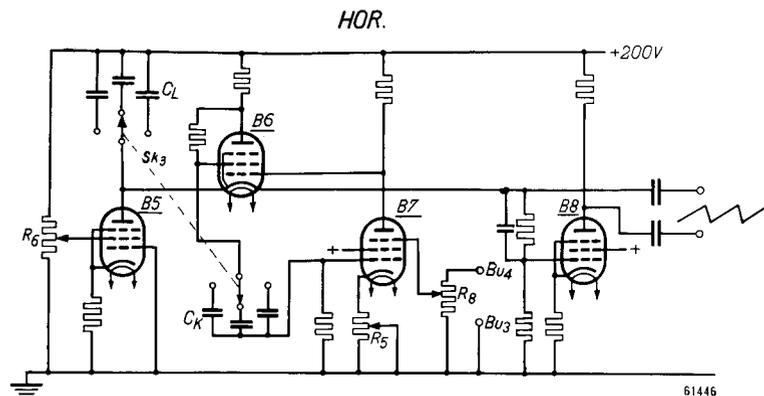

Fig. 3.
c. Zeitgerät (s. Fig. 3)
Die Regelung der Zeitablenkfrequenz erfolgt stufenweise mit Sk_3 und stufenlos mit R_6 . Die richtige Frequenz lässt sich beiläufig berechnen durch Vervielfachung des Bereiches von Sk_3 mit dem von R_6 angezeigten Wert. Mittels R_8 (s. Fig. 3) kann die Amplitude der Gleichlaufspannung auf ihren entsprechenden Wert eingestellt werden. Wichtig ist, dass die Amplitude den für ein stillstehendes Bild erforderlichen Wert nicht überschreitet, da übermäßige Grösse derselben die Arbeitsweise des Zeitgerätes beeinträchtigen kann. Darum empfiehlt es sich, R_8 vollständig zurückzudrehen und zu Frequenz des Zeitgerätes nachzuregulieren, bis das Bild nahezu stillsteht. Um es zum Stillstand zu bringen, braucht man nachher lediglich R_8 nach rechts zu drehen.